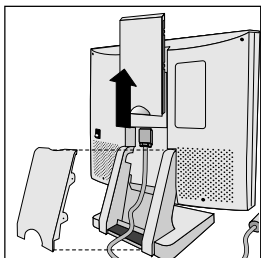

Abbildung R.1
2. Entfernen Sie die Kabelabdeckung und die hintere Abdeckung. (**Abb. R.1**).